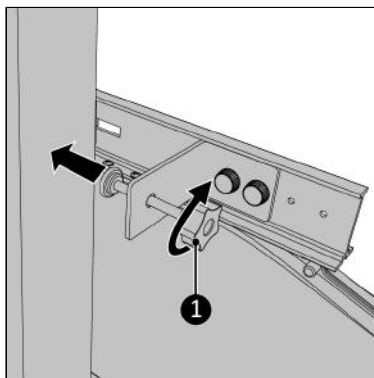

Abbildung 144.
16. Schrauben Sie die Klemmschraube vorsichtig am Fensterrahmen fest (Abbildung 144, Pos. 1).